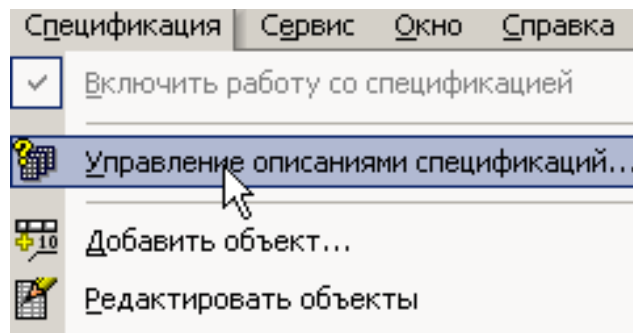

Рис. 7
2. Подключите к сборочному чертежу описание спецификации, выполнив команду **Спецификация – Управление описаниями спецификаций**, рис. 7. Подключите простую спецификацию ГОСТ 2.106-96.